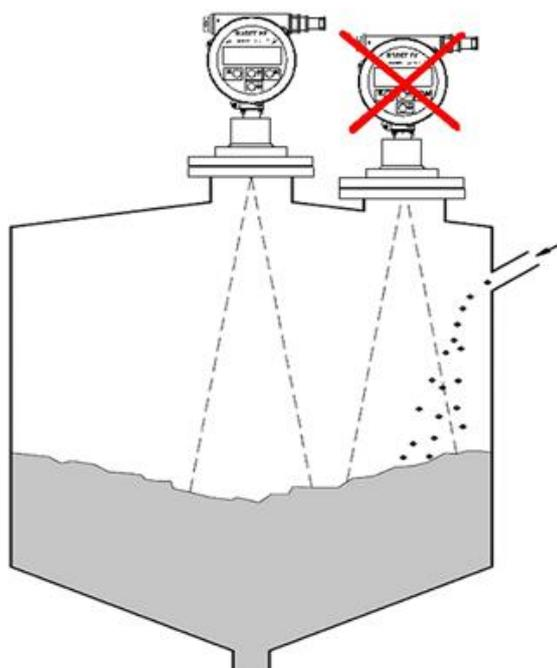

Рис.3. Установка прибора на резервуар с загрузкой продукта.
- 3.1.3.2. Не следует устанавливать прибор таким образом, чтобы поток заправляющего емкость продукта попадал в зону действия луча (рис.3); оптимально располагать прибор в стороне от места загрузки.